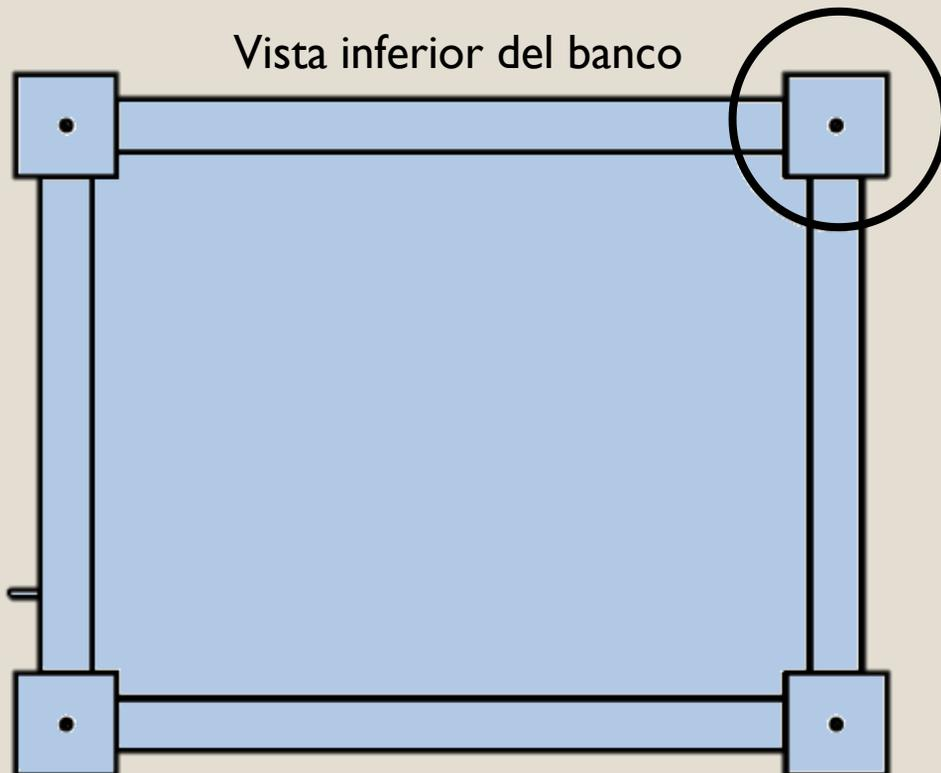

Figura 4.3
1. Se posiciona el banco de cabeza de tal modo que la base de las patas queden accesibles. (Figura 4.3)